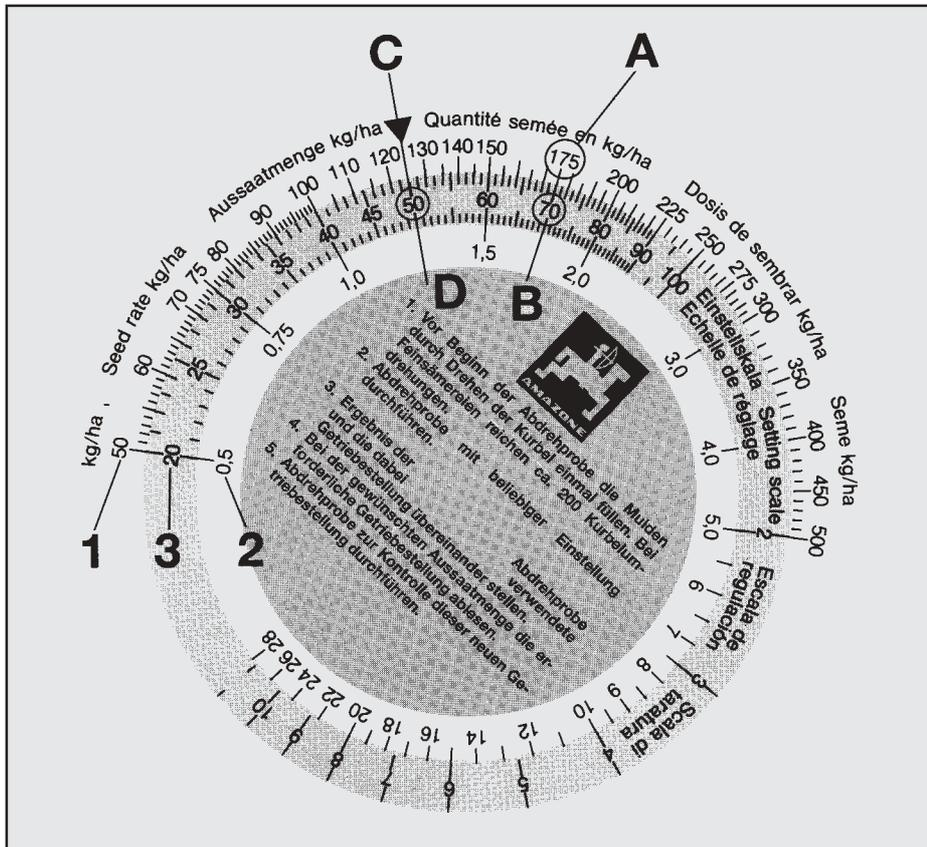

Рис. 43
**Первая** проверка нормы высева не дает еще, как правило, желаемую норму высева. Однако с помощью данных **первой** проверки нормы высева можно легко определить номер регулировки коробки передач при помощи прилагаемого счетного диска (рис. 43). Счетный диск состоит из трех шкал. Наружняя белая шкала (рис. 43/1) для всех норм высева свыше 30 кг/га и внутренняя белая шкала (рис. 43/2) для всех норм высева ниже 30 кг/га. На средней цветной шкале (рис. 43/3) указаны номера регулировок коробки передач от 1 до 100.
- Норму высева 175 кг/га (рис. 43/A) и номер регулировки коробки передач "70" (рис. 43/B) установите на счетном диске один над другим.
- Теперь снимите на счетном диске показание номера регулировки коробки передач для желаемой нормы высева 125 кг/га (рис. 43/C). В нашем примере номером регулировки коробки передач является "50" (рис. 43/D).